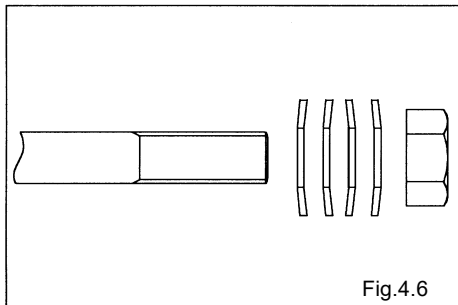

Fig.4.6
- Tenga cuidado con la dirección de la instalación del resorte cónico. [Fig. 4.6]